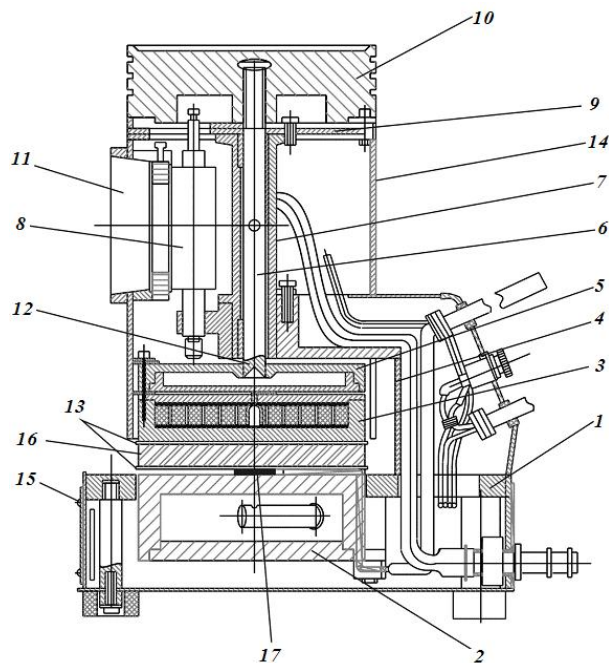

Рис. 14.2. Конструкция прибора ИТ-4
Конструкция прибора ИТ-4. Прибор ИТ-4, конструктивная схема которого представлена на рис. 14.2, содержит следующие основные сборочные единицы и детали: 1 – основание; 2 – холодильник; 3 – нагреватель; 4 – кронштейн; 5 – экран; 6 – ползун; 7 – обойму; 8 – измеритель толщины образца; 9 – диск; 10 – крышку; 11 – кольцо; 12 – втулку; 13 – преобразователь температуры; 14 – колпак; 15 – плату; 16 – исследуемый образец; 17 – преобразователь теплового потока.
3. При помощи крышки 10 прибора ИТ-4 опустить нагреватель 3 (см. рис. 14.2) на нагреватель 2 и вращением кольца 11 установить нулевые показания микрометра.